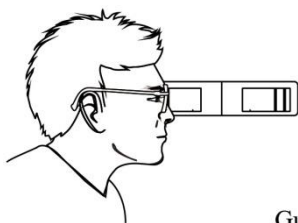

Fig. 9a
b. Opticianul efectuează inspecția stând lângă persoana testată, iar acesta din urmă este, de preferință, situat împotriva luminii. Așezați instrumentul la nivel orizontal (vezi Fig.9a) și vizați marcajul de ghidare din partea superioară a corneei testului.